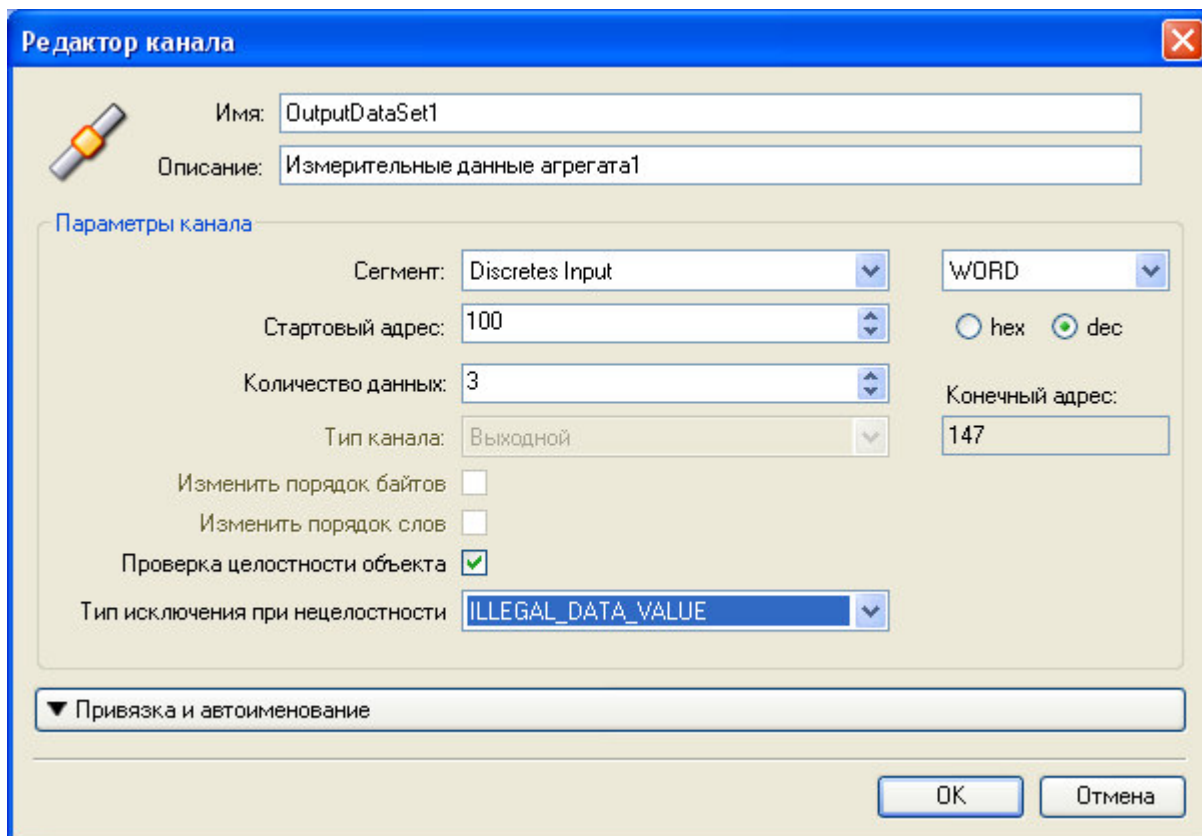

Рисунок 3.25 – Модуль Slave. Создание канала
- 4 В окне "Редактор канала" (рисунок 3.25) в поле *Имя*: задать имя канала, в поле *Описание*: текстовое описание канала.